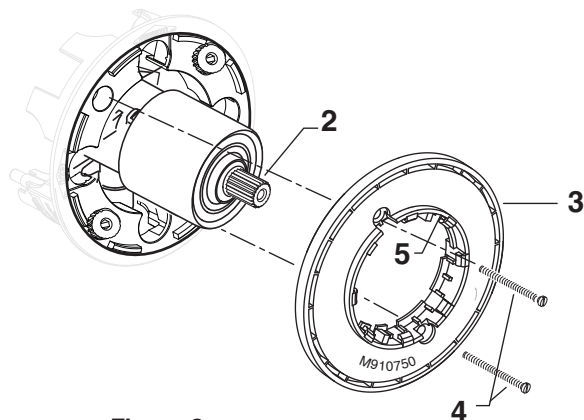

Figura 2.
- **Figura 2.** Empuje el PROTECTOR DEL CHAPETÓN (3) en la TAPA (1) y fije el cuerpo de la válvula usando los TORNILLOS LARGOS (4).